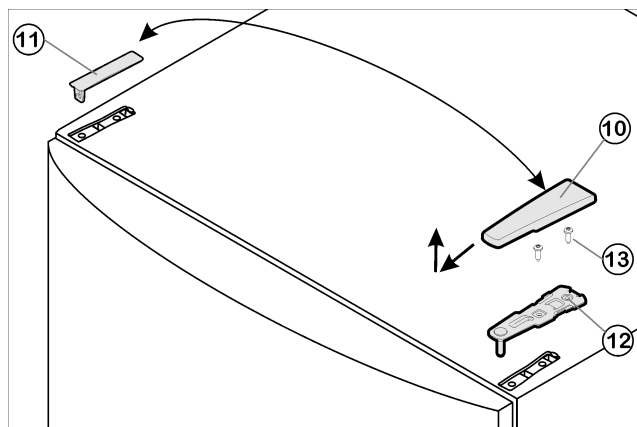

Fig. 4
- ▶ Kryt Fig. 4 (10) stáhněte dopředu a nahoru.
- ▶ Kryt Fig. 4 (11) zvedněte.
- ▶ Horní stojan ložiska Fig. 4 (12) odšroubujte (2 krát Torx® 25) Fig. 4 (13) a stáhněte nahoru.
- ▶ Horní stojan ložiska Fig. 4 (12) vložte na nové straně závěsu do dveří.
- ▶ Horní stojan ložiska Fig. 4 (12) **příšroubujte (s 4 Nm)** (2krát Torx® 25) Fig. 4 (13). Díry pro šrouby případně předem propíchněte nebo použijte akumulátorový šroubovák.
- ▶ Kryt Fig. 4 (10) a kryt Fig. 4 (11) zatlačte vždy na opačné straně.